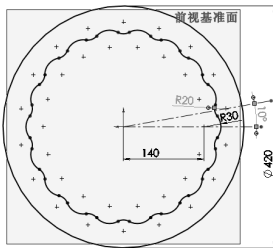

图 3-36 绘制相切圆等图形
STEP 4 进入“前视基准面”的草绘环境，绘制如图 3-36 所示的草绘图形（中心相切的圆弧，可通过阵列草图得到）。